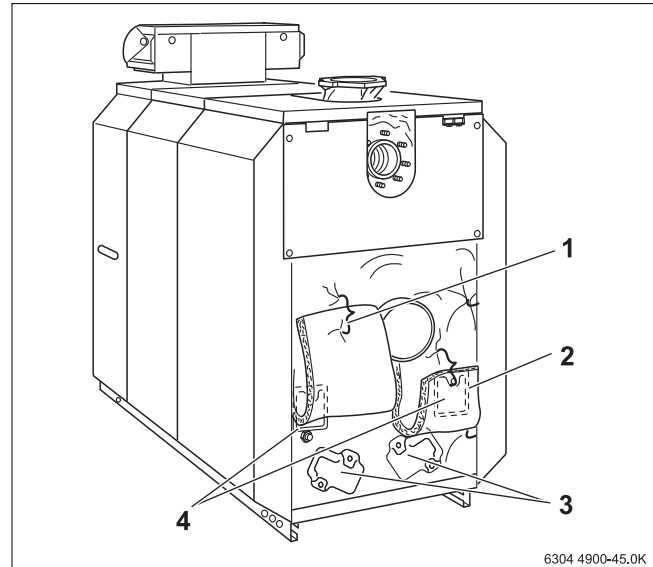

Рис. 62 Снятие крышек для чистки
- ▶ Удалите нагар из топочной камеры по направлению вперед, а также через отверстия для чистки на задней секции и на сборном коллекторе дымовых газов (→ рис. 62, стр. 34).